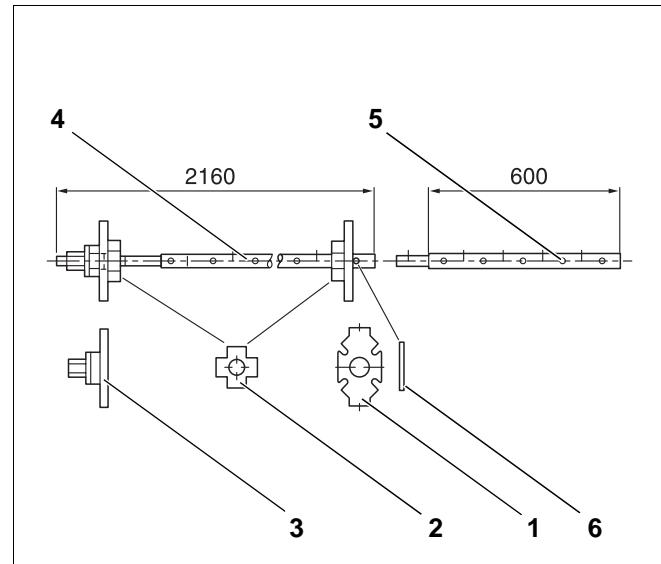
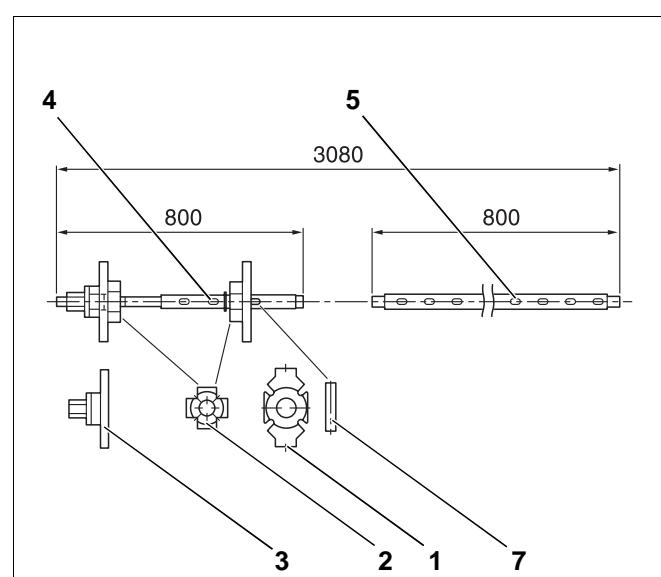
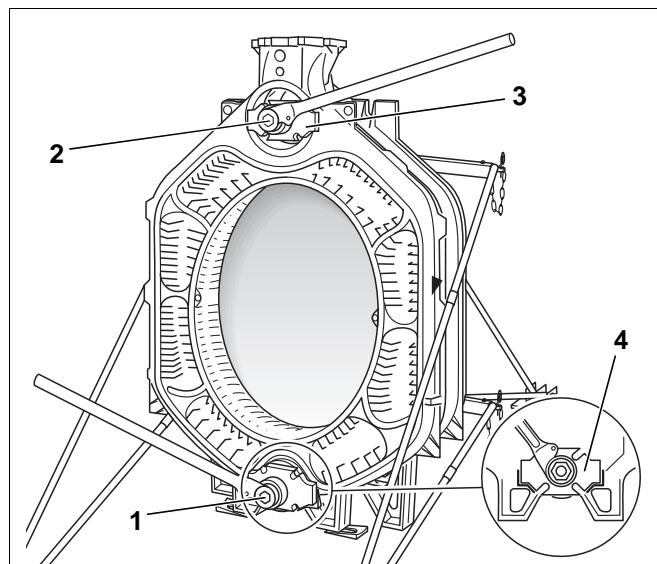

Рис. 1 Стяжной инструмент котла, размер 2.2
Рис. 2 Стяжной инструмент котла, размер 2.3
Рис. 14
- Стяжной инструмент 2.2 (рис. 1) или 2.3 (рис. 2)
Экспликация к рис. 1 и рис. 2
Применить стяжной инструмент котла размером 2.2 или 2.3 (рис. 1), (рис. 2) и (рис. 14, поз. 1 и 2).
- Фланцы (рис. 14, **поз. 3 и 4**) с гайкой надеть на стягивающие штанги (рис. 1 или рис. 2, **поз. 4**).